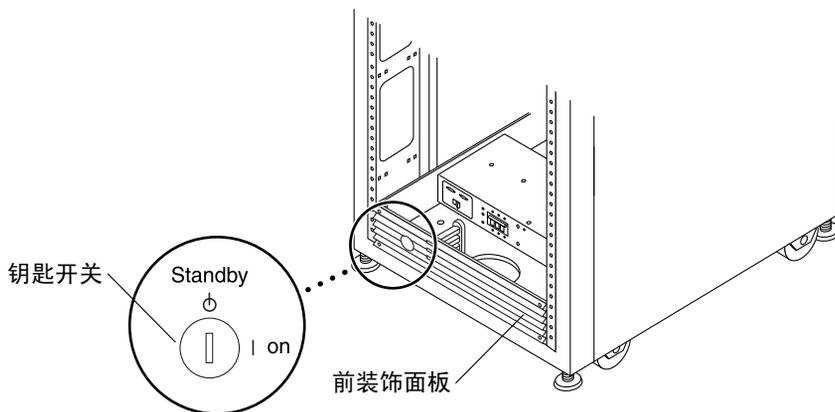

图 2-11 钥匙开关在系统机柜前面板底部的位置
2. 找到位于前面板底部的钥匙开关（图 2-11）。
注 – 钥匙开关的位置不影响本地开关电源操作（图 2-11）。
5. 将前面板底部的钥匙开关转动到 On 位置（图 2-11）。